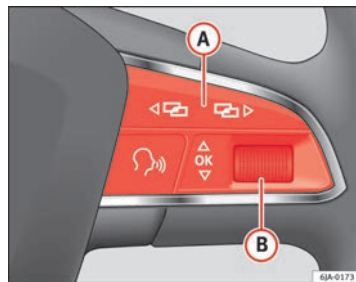

Fig. 37 Volante multifunzione: comandi sul volante
- Il **Menu principale** si attiva premendo i tasti **A** ⇒ fig. 37 del volante multifunzione.